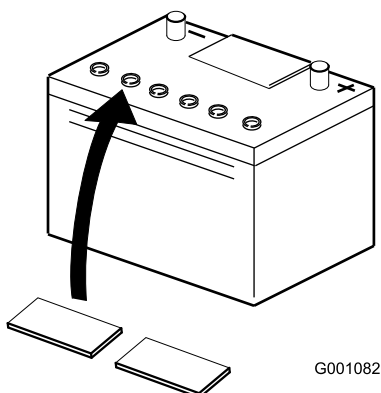

Figura 6
3. Pulire la parte superiore della batteria e togliere i tappi di sfiato (Figura 6).
6. Rimontare i tappi di sfianto sulla batteria (Figura 6).